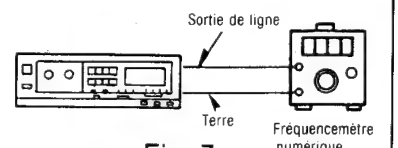

Fig. 7
1. Brancher les appareils comme indiqué dans la Fig. 7.